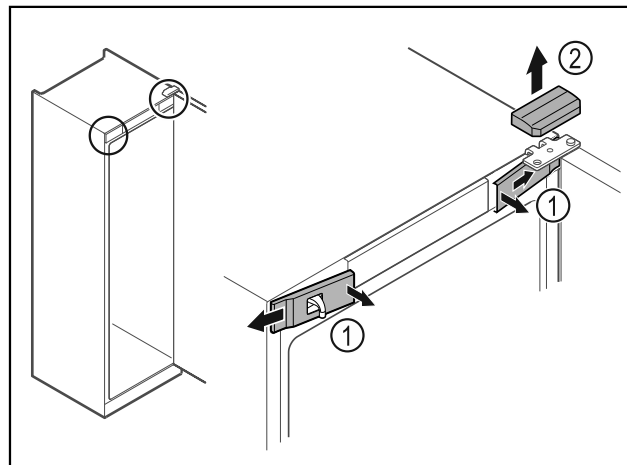

Fig. 10
- ▶ Ξεκουμπώστε εσωτερικά τα μπροστινά καλύμματα Fig. 10 (1) και αφαιρέστε τα προς το πλάι.
- ▶ Αφαιρέστε προς τα επάνω το επάνω κάλυμμα Fig. 10 (2).